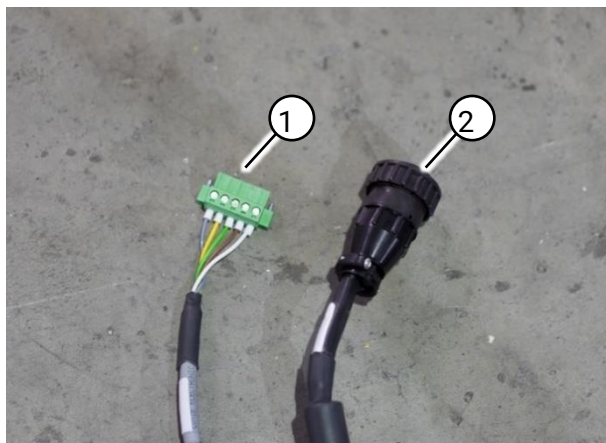

Fig. 27 Aansluitingen voor de plasmabron
1.1 één seriële aansluiting, specifiek voor Hypertherm Powermax plasmabronnen (Fig. 27 (1)).
1.2 één 14-polige CPC-connector die geschikt is voor de meeste gemechaniseerde plasmasystemen (Fig. 27 (2)). Neem voor aanvullende informatie contact op met Swift-Cut Automation.